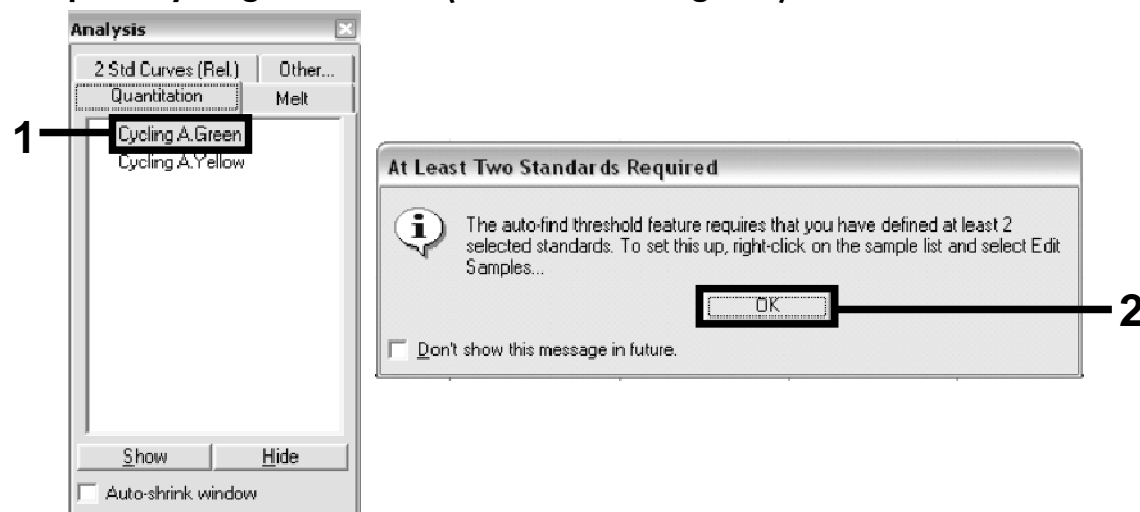

Figura 9. Quantificazione: "Cycling A. Green".
18. Nella finestra di dialogo "Analysis", cliccare due volte su "Cycling A. Green" (ciclo A. canale verde), quindi su "OK" (Figura 9). Ripetere per "Cycling A. Yellow" (ciclo A. canale giallo).